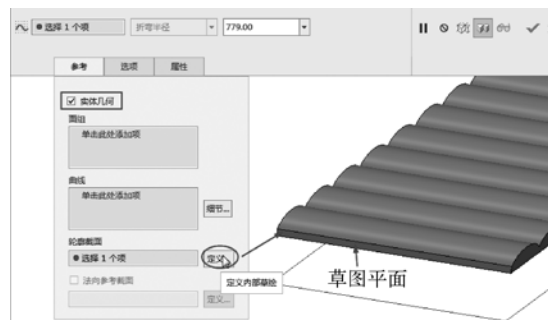

图 4-204 选择环形折弯的截面平面
- 最后创建环形折弯。在“工程”组中单击  环形折弯 按钮，在打开的“环形折弯”操控板的“参考”选项板中选择“实体几何”复选框，并单击轮廓截面的“定义”按钮，选择草图平面，如图 4-204 所示。